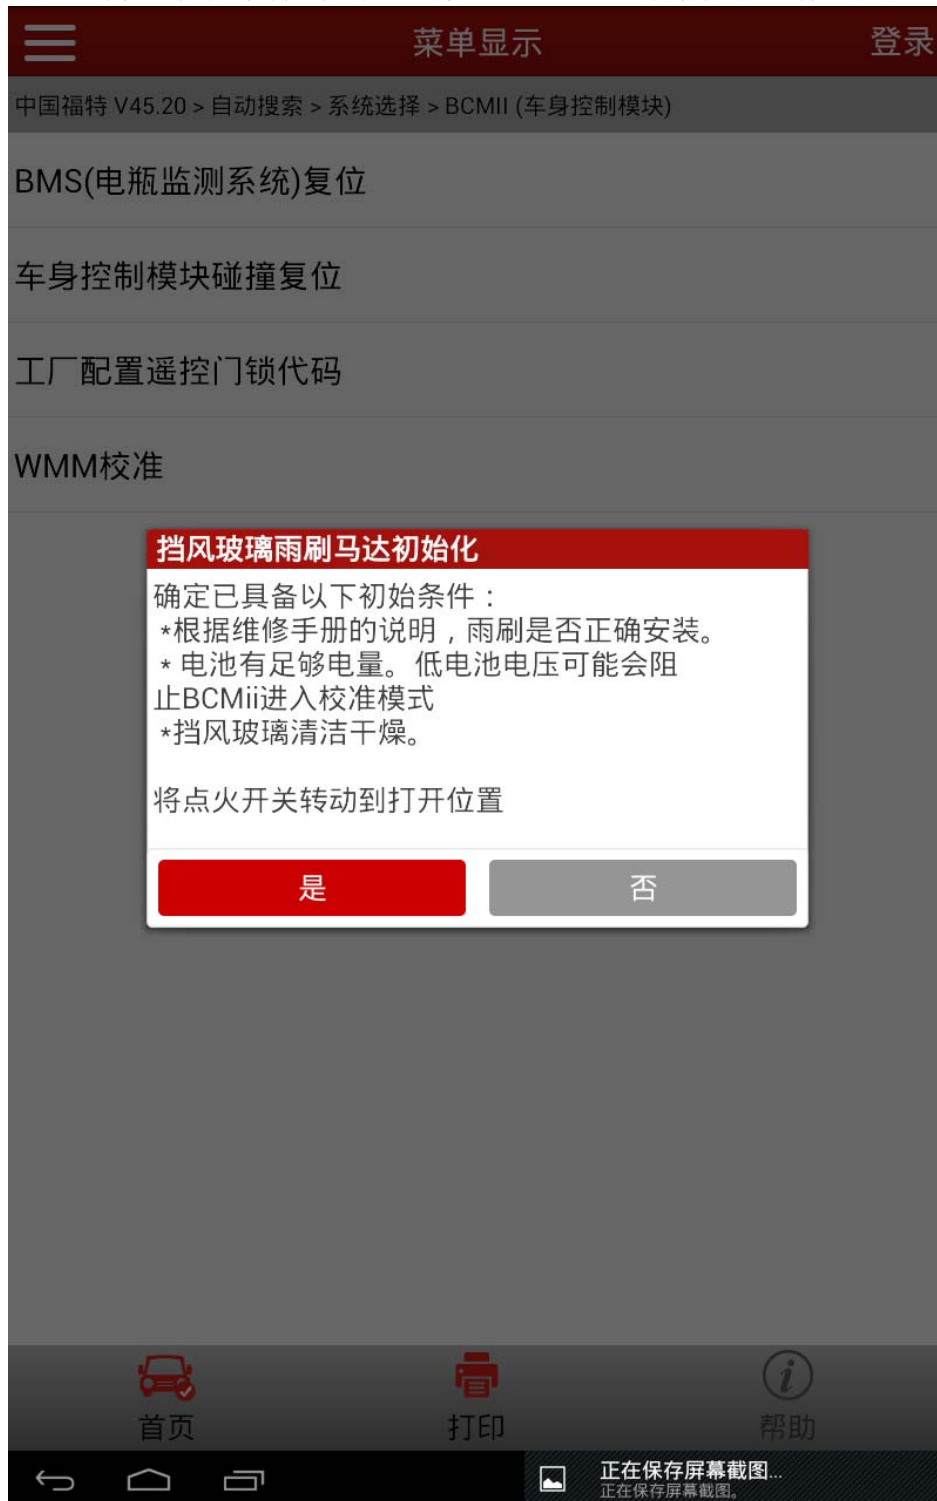

图 3
- 7). 检查确认车辆状态，雨刷臂安装正确，电池电量充足（防止 BCMII 无法进入校准模式），挡风玻璃清洁干燥，确认条件满足后，将钥匙打至 ON 开始校准工作，如图 3；